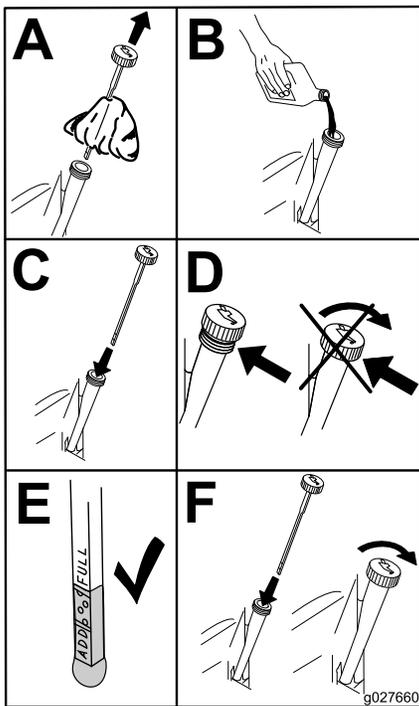

Figura 53
4. Vierta lentamente un 80 % aproximadamente del aceite especificado por el tubo de llenado, luego añada lentamente el resto del aceite hasta que llegue a la marca de **Lleno** (Figura 53).